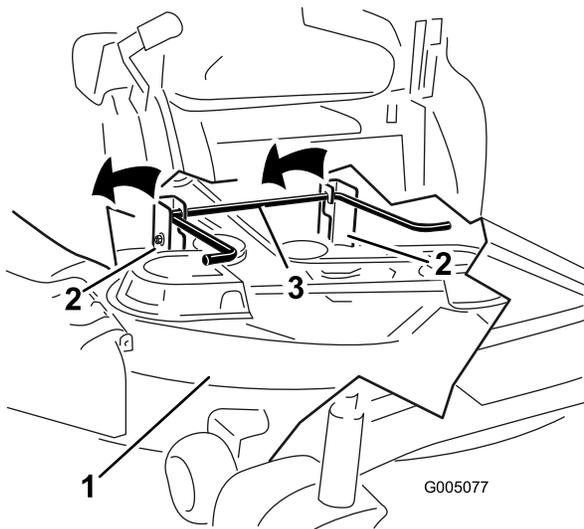

Figura 64
7. Levante a plataforma de corte e os suportes de suspensão afastando da haste de elevação traseira e baixe o cortador cuidadosamente até ao chão (Figura 64).
5. Levante parte de trás da plataforma de corte e oriente os suportes de suspensão por cima da haste de elevação traseira (Figura 64).